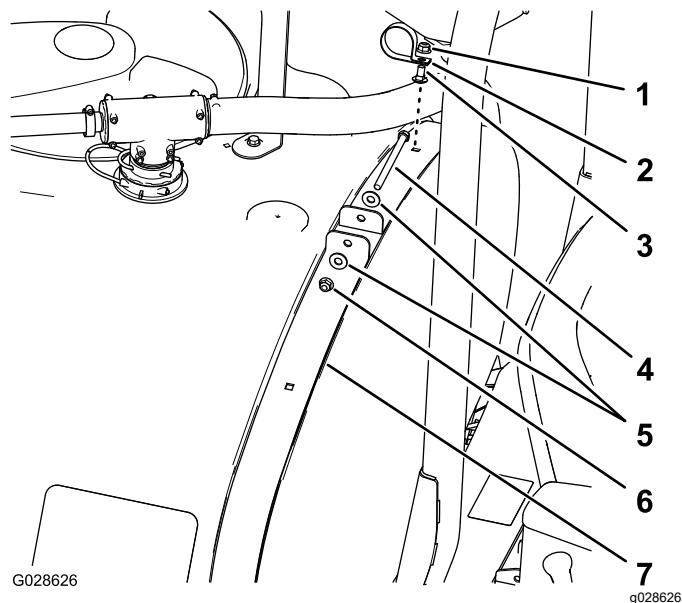

Figura 5
2. Îndepărtați i păstrați urubul ($\frac{3}{8}$ x 5 inch), aibele i contrapiulia cu guler care fixează colierele frontale din partea superioară a rezervorului (Figura 5).